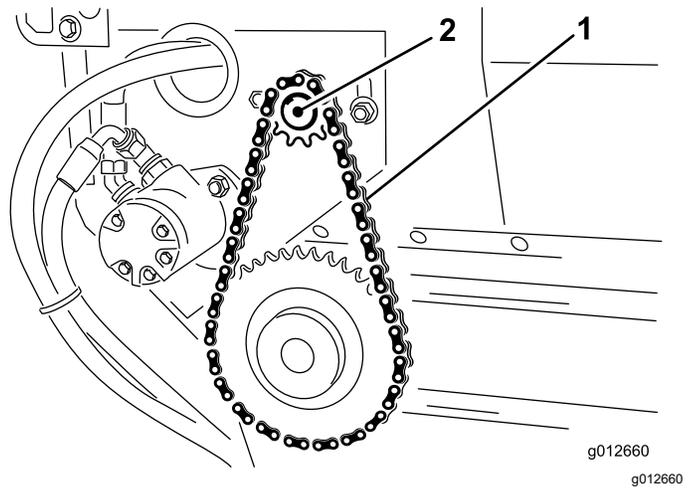

图 24
3. 拧松将马达和链轮总成固定到主机架的螺栓和螺母 图 24。
4. 旋转安装槽内的马达和链轮总成 图 24 直至输送带链偏转 3.2mm。
5. 旋紧安装螺栓 图 24。